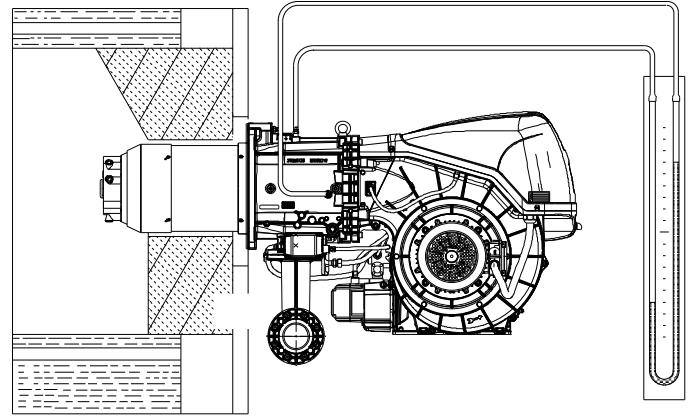

Рис. 30
- Установіть U-подібний манометр або диференціальний манометр (Рис. 30): трубка (+) в точці контролю тиску газу на трубній муфті, а трубку (-) у камері згоряння. Показники манометра використовуються для розрахунку максимальної потужності пальника за допомогою формули Табл. О на сторінці 31.
Надходження газу до головки контролюється за U-подібним манометром (Рис. 30).